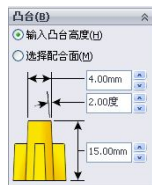

图 4-45 【凸台】选项组
【凸台】选项组如图 4-45 所示。
- (1) 【输入凸台高度】：定义凸台的高度，如图 4-45 所示。